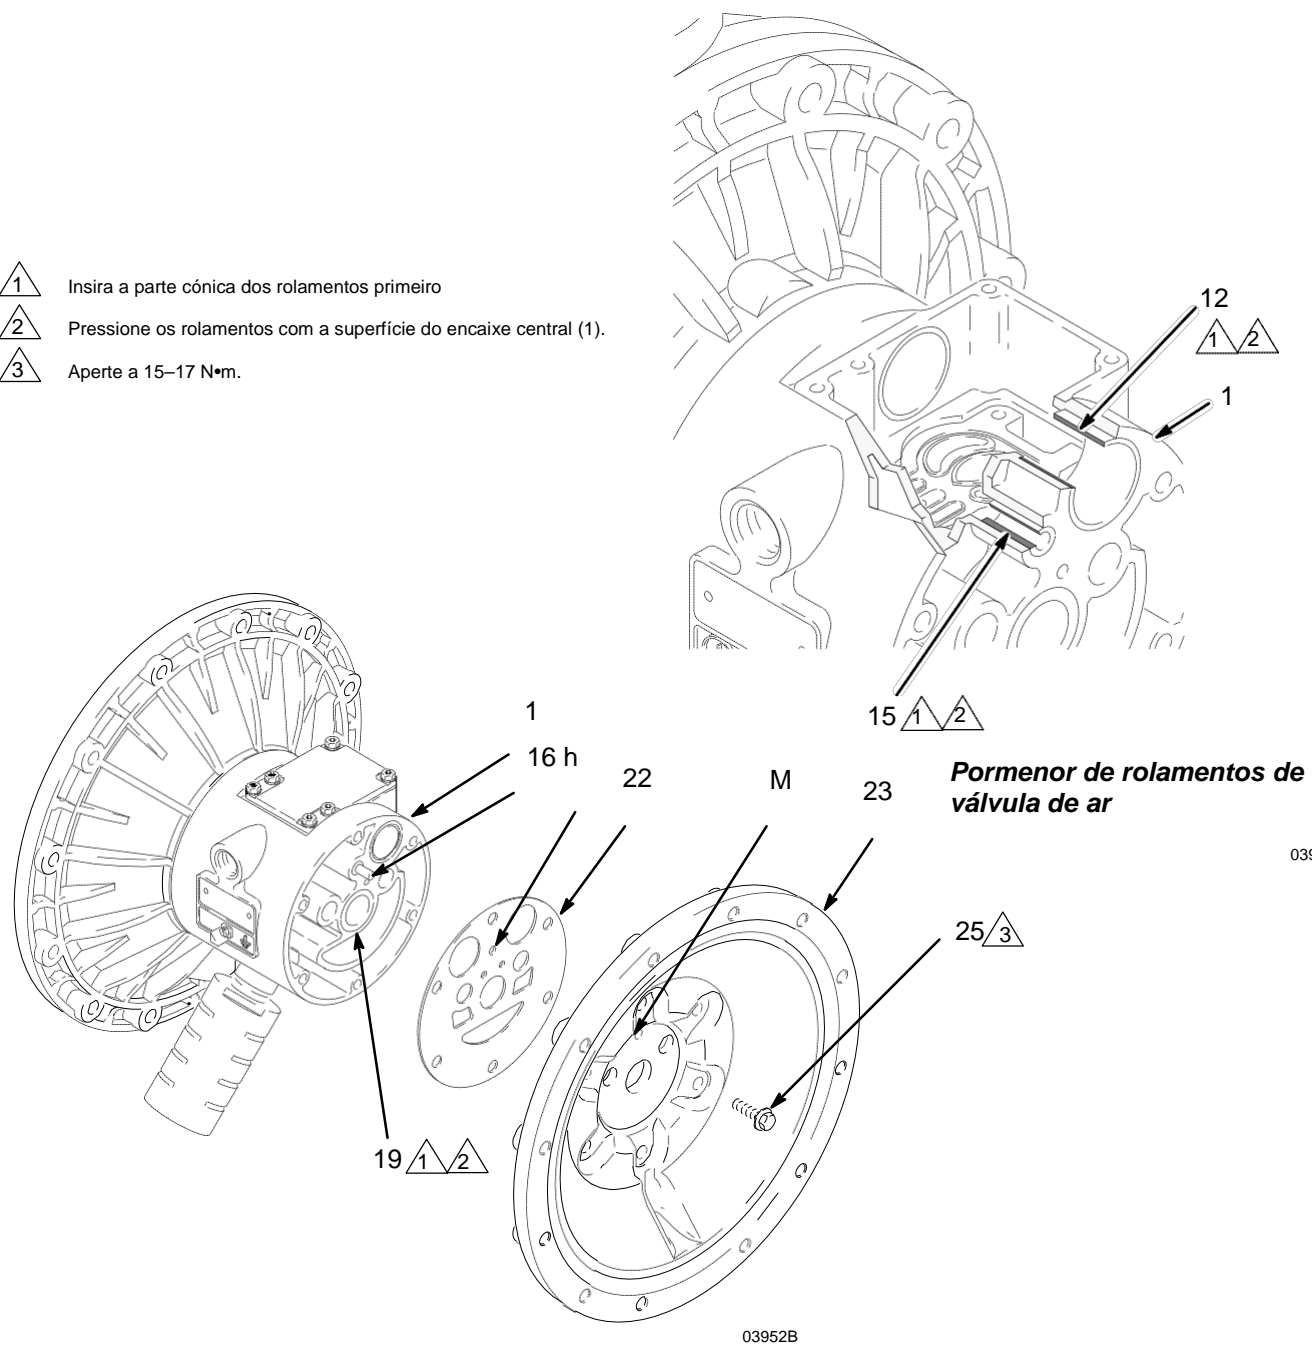

Fig. 14
**NOTA:** Se estiver a remover apenas o rolamento do veio do diafragma (19), salte o passo 4.
5. Utilizando as chaves de 10 mm, remova os parafusos (25) segurando as tampas de fluido (23) para o encaixe central (1). Consulte a fig. 14.
6. Remova os vedantes da tampa de ar (22). Substitua sempre os vedantes por novos.
7. Utilize o puxador de rolamentos para remover os rolamentos do veio do diafragma (19), os rolamentos da válvula de ar (12) ou os rolamentos do pino piloto (15). Não remova rolamentos não danificados.
1. Se removidos, instale os empanques dos vasos em U do veio (402\*) de modo a que os lábios fiquem para **fora** do encaixe (1).
2. Os rolamentos (19, 12, e 15) são cónicos e apenas podem ser instalados de uma forma. Insira os rolamentos no encaixe central (1), primeiro a parte cónica. Utilizando uma prensa ou bloco e malho de borracha, pressione o rolamento de modo a que encaixe na superfície do encaixe central.
4. Alinhe o novo vedante de ar da tampa (22) de modo a que o pino piloto (16) sobressaia do encaixe central (1) se encaixe no orifício adequado (H) no vedante.
5. Alinhe a tampa de ar (23) de modo a que o pino piloto (16) se encaixe no orifício adequado (M) dos três pequenos orifícios perto do centro da tampa. Instale os parafusos (25), apertados à mão. Consulte a Fig. 14. Aperte os parafusos de forma cruzada e igualmente até 15–17 N•m, utilizando uma chave de 10 mm.